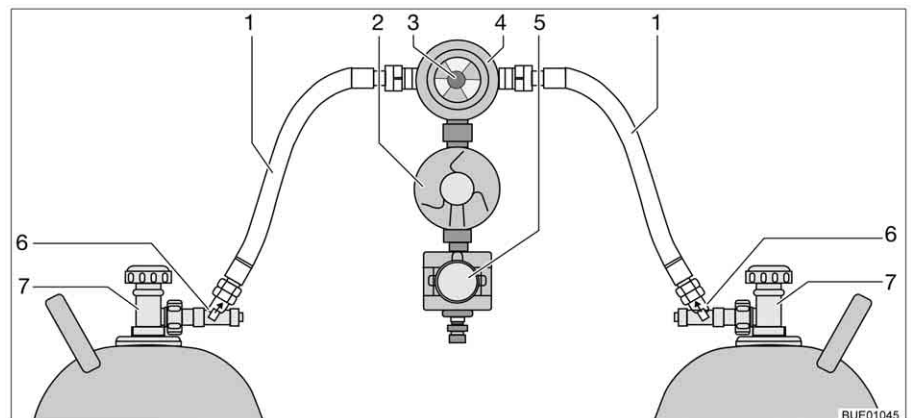

Bild 117 Crash-Protection-Unit-Umschaltanlage
Die Crash-Protection-Unit besteht aus zwei Durchflussbegrenzern mit manueller Entriegelung (Bild 117,6), einem Umschaltventil (Bild 117,4) mit Druckregler (Bild 117,2), einem Elektroventil (Bild 117,5) und der Bedieneinheit mit dreifarbigem LED. Das Umschaltventil ist zwischen den beiden Gasschläuchen (Bild 117,1) montiert.
Mit dem Drehknopf (Bild 117,3) am Umschaltventil lässt sich bestimmen, welche der Gasflaschen als Betriebsflasche und welche Gasflasche als Reserveflasche verwendet wird.
An der Bedieneinheit (Bild 118) können nur die elektrischen Funktionen geschaltet werden. Die Haupt-Absperrventile der Gasflaschen (Bild 117,7) und die Entriegelungen (Bild 117,6) müssen von Hand geöffnet werden.
- Haupt-Absperrventile an den Gasflaschen (Bild 117,7) öffnen.
- Entriegelungen (Bild 117,6) nacheinander 10 Sekunden lang drücken.
- Mit dem Drehknopf (Bild 117,3) am Umschaltventil (Bild 117,4) die Gasflasche wählen, der vorrangig das Gas entnommen werden soll (Betriebsflasche).
- Haupt-Absperrventile an den Gasflaschen (Bild 117,7) schließen.